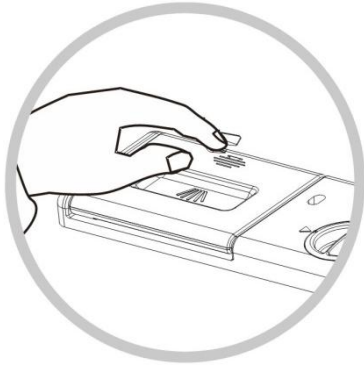

Figura 6-2-1
- Alterna la tecla asignadora; Figura 6-2-1 a continuación.